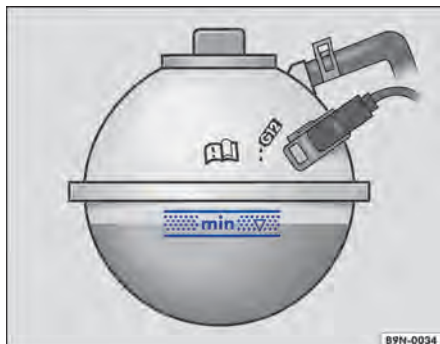

Fig. 226 No compartimento do motor: marcação no reservatório de expansão do líquido de arrefecimento do motor.
- Com o motor frio, verificar o nível do líquido de arrefecimento do motor pela marca lateral do reservatório de expansão do líquido de arrefecimento do motor ⇒ Fig. 226.
- Reabastecer somente com líquido de arrefecimento do motor **novo** conforme a especificação da Volkswagen ⇒ Página 348 ⇒ ④.
- O nível do líquido de arrefecimento do motor deve permanecer dentro da marcação do reservatório ⇒ Fig. 226. **Não completar acima da borda superior da área demarcada** ⇒ ④!
- Se em caso de emergência não houver à disposição líquido de arrefecimento do motor dentro da especificação exigida ⇒ Página 348, não utilizar nenhum outro aditivo para o líquido de arrefecimento do motor! Em vez disso, completar a seguir somente com **água destilada** ⇒ ④. Depois disso, a mistura com a proporção correta de aditivo do líquido de arrefecimento do motor ⇒ Página 348 deve ser restabelecida o mais rápido possível.
- Abastecer com líquido de arrefecimento do motor somente até a borda superior da faixa marcada ⇒ Fig. 226. Caso contrário, ao aquecer-se, o líquido excedente será expulso do sistema de arrefecimento do motor e poderá ocasionar danos.